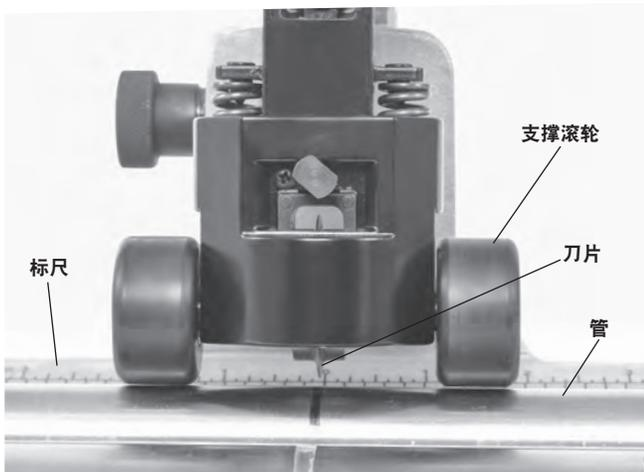

图 9 - 支撑滚轮接触到管件
5. 推进快速进给系统，直到支撑滚轮接触到管道（图 9）。将刀片与管件上的标记对齐。拧紧进给螺杆，使刀片与管接触。在刀片接触管道后，将进给螺杆额外推进 1 至 1½ 圈，确保卡牢管道。切勿过度推进进给螺杆，这可能压扁圆管并增加毛边的形成。